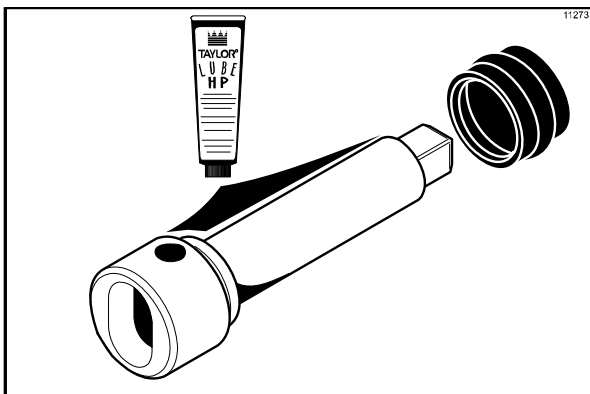

Figura 110
1. Lubrifique o canal do eixo de transmissão do batedor de shake antes de instalar o eixo. Deslize o selo de vedação sobre a extremidade menor do eixo de transmissão do batedor e encaixe o selo no canal do eixo. Lubrifique bem a parte interna do selo de vedação e a extremidade chata que entra em contato com a bucha de bronze. Aplique uma camada uniforme de lubrificante sobre o eixo. **NÃO** lubrifique a extremidade quadrada. (Veja a Figura 110.)